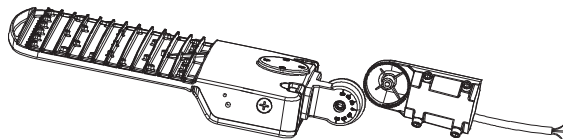

Figure 1
**1** Séparez les deux pièces de l'adaptateur d'emboîtement. (Figure 1)
**2** Faites passer le cordon du luminaire dans la pièce de l'adaptateur d'emboîtement qui sera fixée au luminaire. (Figure 1)